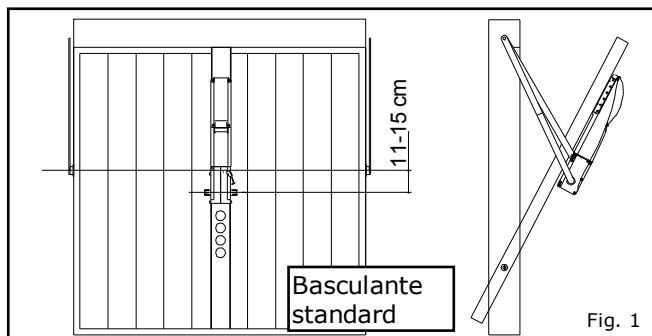

Fig. 1
- Misurare la misura H della porta, facendo riferimento al tipo di basculante (Fig. 1 - 2 - 3 a lato)